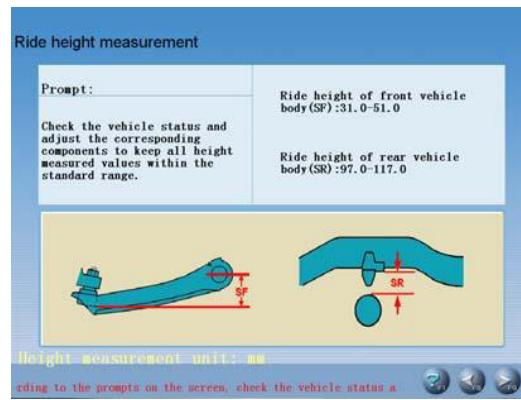

Рис.4.8
- Если выбрана специальная модель автомобиля (например, BMW 3 серии), на экране отображается окно [Измерение дорожного просвета], как показано на рис. 4.8. Это окно является рабочим инструментом для измерения дорожного просвета и его проверки в соответствие с требованиями автопроизводителя.